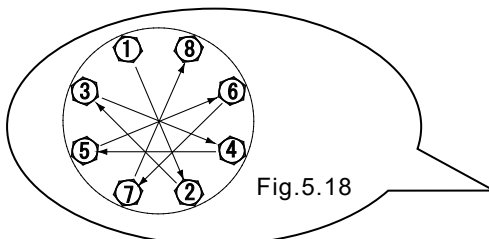

Fig.5.18
- Apriete los tornillos gradualmente en secuencia con una diagonal incluso par. (consulte Fig. 5.18)